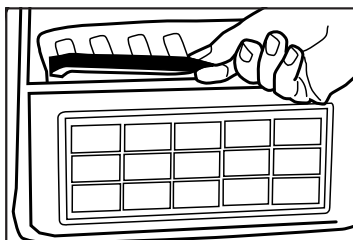

Fig. 5
2. Enlevez le filtre secondaire usagé et remplacez-le par un filtre neuf (Fig. 5).